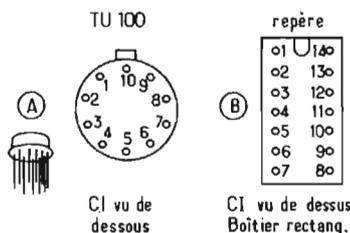

Fig. 2
4° Un régulateur de tension alimentant les circuits 1, 2 et 3. A la figure 2 on donne en (A) la disposition des fils du boîtier cylindrique. Il y a dix fils, le fil 10 étant repéré. Ce boîtier est vu de **dessous** c'est-à-dire avec les fils vers l'observateur. Ce boîtier est du type TO100 dont le diamètre est de 8 mm environ.
Egalement à la figure 2 mais en (B) on donne la disposition des broches du boîtier rectangulaire céramique ou silicone à 14 broches. Ce boîtier, **contrairement à l'autre**, est vu **de dessus**, c'est-à-dire avec la face opposée à celle des broches, vers l'observateur. Sur cette face, se trouve le repère placé entre les points 1 (à gauche du repère) et 14 (à sa droite). La longueur de ce boîtier est de 18 mm environ.
L'examen de ce schéma permet une analyse simplifiée du fonctionnement de ce montage récepteur de son FM-TV-CCIR ou américain, utilisant le boîtier rectangulaire. Ce boîtier a été représenté avec son brochage dans l'ordre réel, vu de dessous, donc de la face sur laquelle apparaissent les broches. Contrairement à ce qui a été indiqué sur la figure 2 (B), le repère est alors situé entre le point 1 (à gauche) et 14 (à droite).